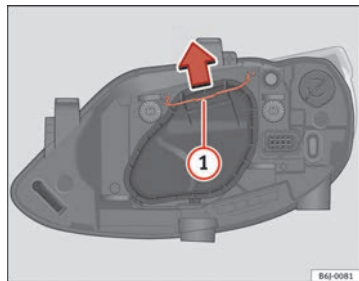

Abb. 153 Abblend- / Fernlicht bei Einfach-scheinwerfer
- Verschieben Sie die Strebe ⇒ Abb. 153 ① in Pfeilrichtung und nehmen Sie den Deckel ab.